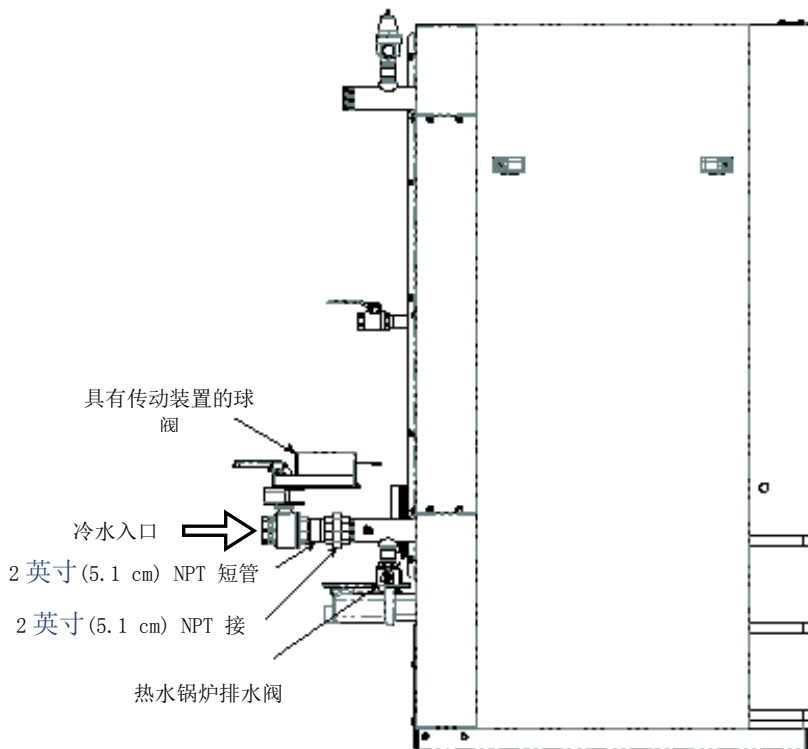

图 8-2. 配备有顺序阀的创新牌热水锅炉
2. 参考图 8-2，使用提供的管子接头和短管将阀门安装到设备的冷水入口（如图 8-2 所示）。
3. 确保按如图 8-2 所示的驱动装置外壳的方位来定位阀门。